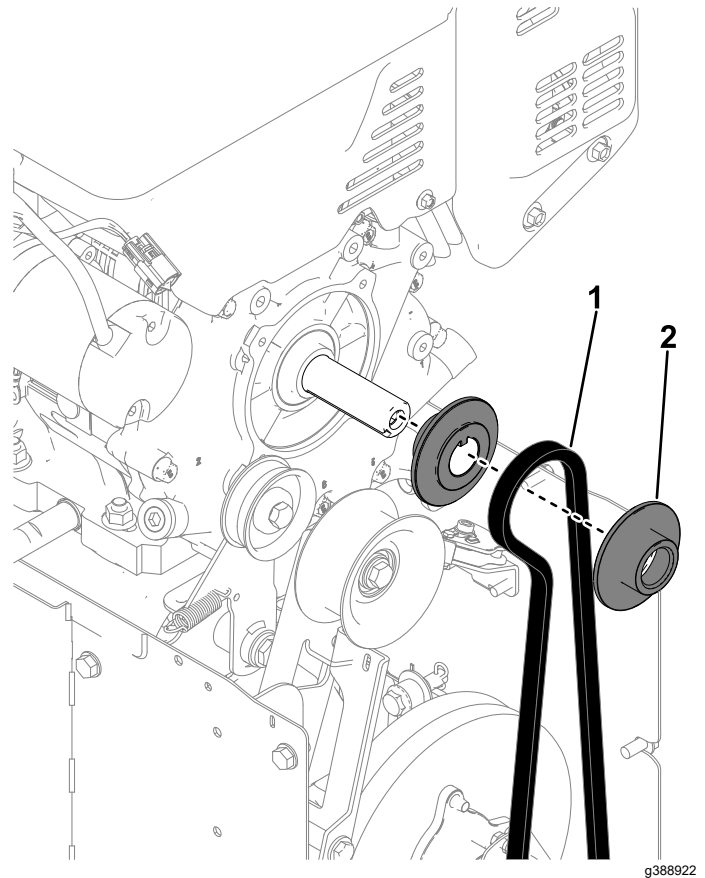

Bild 8
3. Entfernen Sie die beiden Antriebsscheiben und den Antriebsriemen von der Welle (Bild 8).